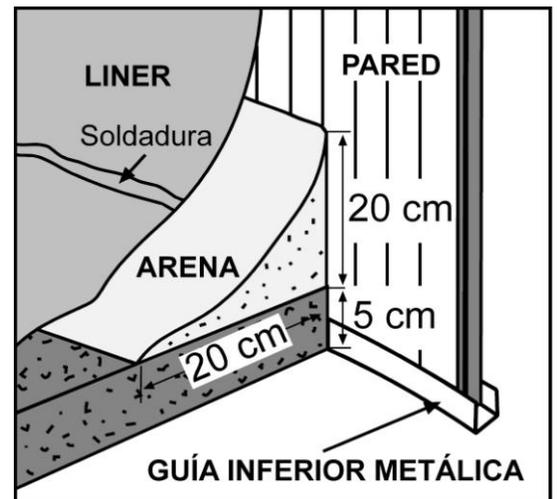

fig. 20
**Importante:** Una vez colocado el protector o extendida la arena tamizada, vuelva a poner arena limpia (sin piedras, ni ningún objeto extraño), creando una cuña de forma triangular de 20 cm. de base x 20 cm. de altura. De esta forma evitaremos que toda la presión del agua dañe o deslice el liner por debajo de la pared de acero, y que las fuerzas se distribuyan uniformemente, (fig. 20). Antes de colocar el liner es recomendable poner un tapiz (un plástico, una manta, césped artificial...) entre la arena y el liner para mayor protección del liner.